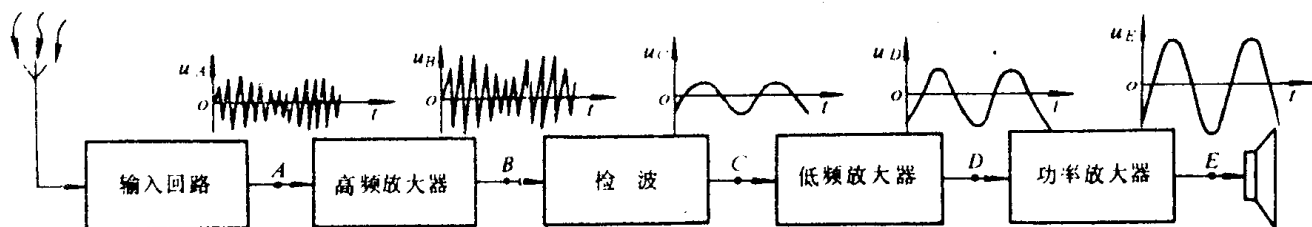

图 1-3 直接放大式收音机方框图及各部分的波形图
直接放大式收音机一般由接收天线、输入回路、高频放大器、检波器、低频放大器及功率放大器等组成。结构框图见图 1-3
到高频放大器进行放大。经高频放大器放大后，再将高频调幅信号送到检波器，由检波器解调——即取出音频信号。由检波器取出的音频信号再经低频放大器、功率放大器放大后，送往扬声器还原成声音。其主要工作过程及信号的波形变换情况，均见图 1-3。
6. 参照图 1-3，试简述直接放大式收音机的工作过程。